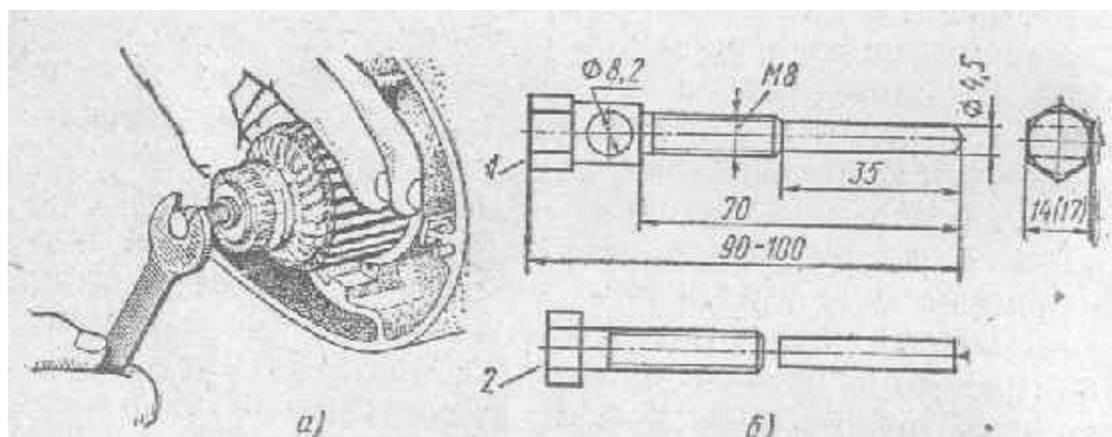

Рис. 90. Снятие якоря с помощью съемников:
6. Ввернуть в освободившееся отверстие съемник (рис. 90), и, придерживая рукой якорь, заворачивать съемник до тех пор, пока якорь не сойдет с цапфы.